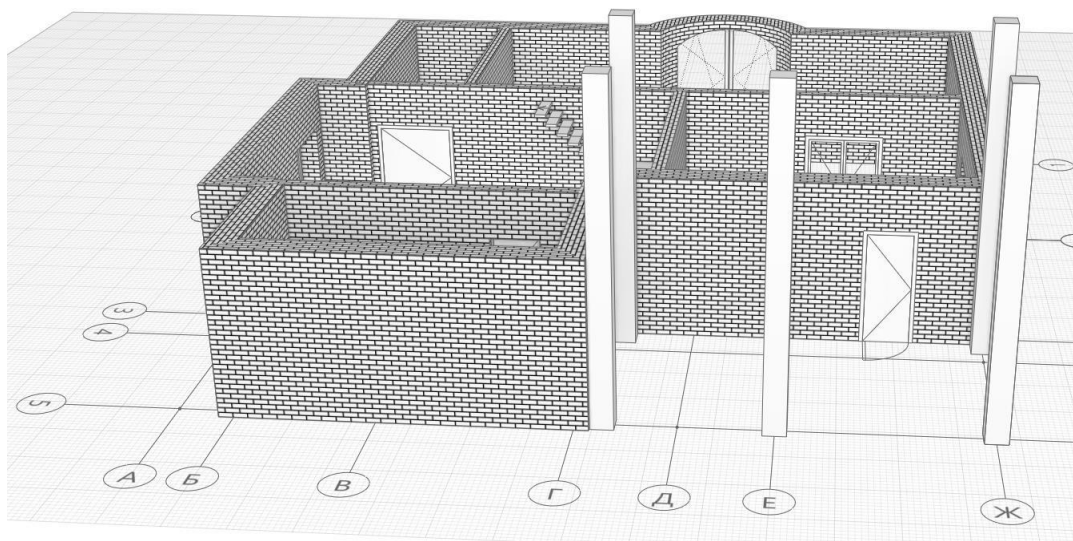

Рис. 6 Расположение колонн
- **6000 мм**, в стилях колонны - **Другой**, форма колонны - **прямоугольник**, ширина – **400 мм**, глубина - **400 мм**. Поставим колонну на пересечении осей 5 и Ж, на пересечении осей 5 и Е и около стен, как показано на рисунке (рис. 6)